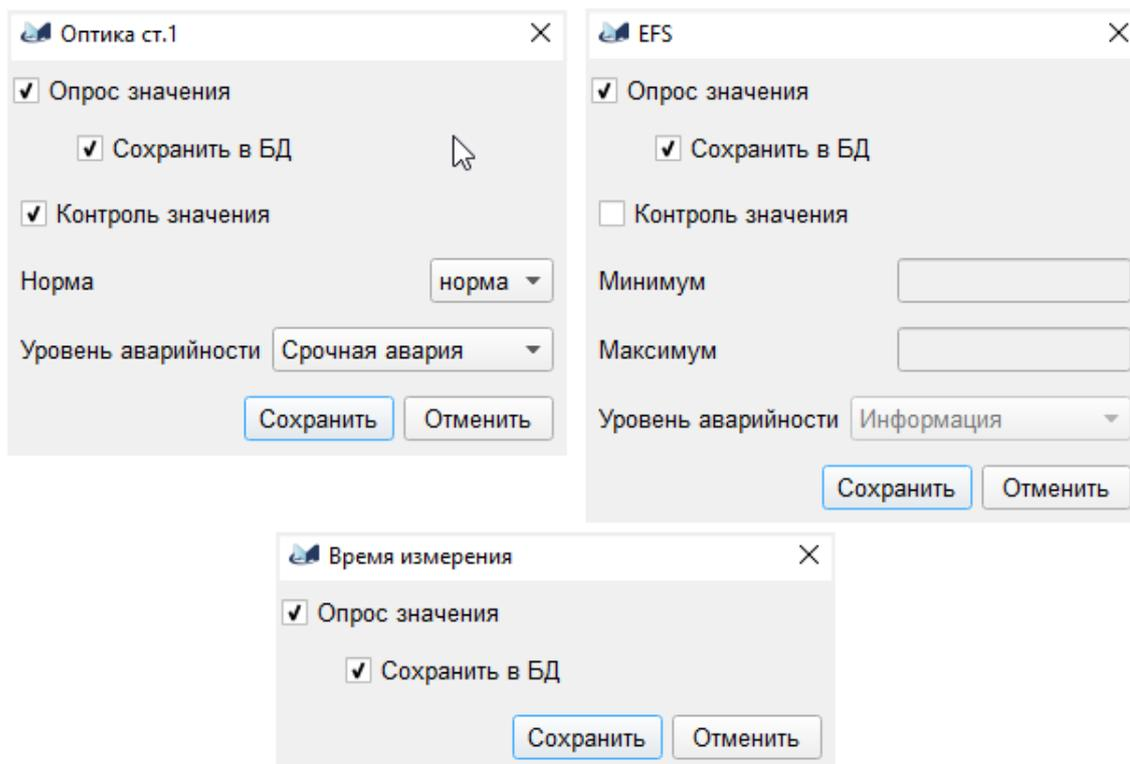

Рис. 64
4.4.6.1. Для некоторых параметров возможна дополнительная настройка свойств мониторинга и контроля значений. Доступ к свойствам параметров осуществляется через пункт контекстного меню параметра *"Свойства"*. Примеры диалогового окна настройки свойств параметра приведены на рис. 64.